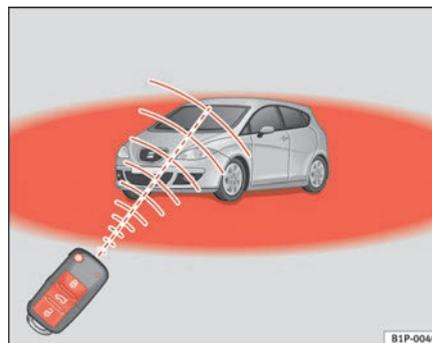

Abb. 64 Wirkungs-
- Die Funk-Fernbedienung funktioniert nur, wenn Sie sich im Wirkungsbereich befinden ⇒ Seite 101, Abb. 64 (roter Bereich).